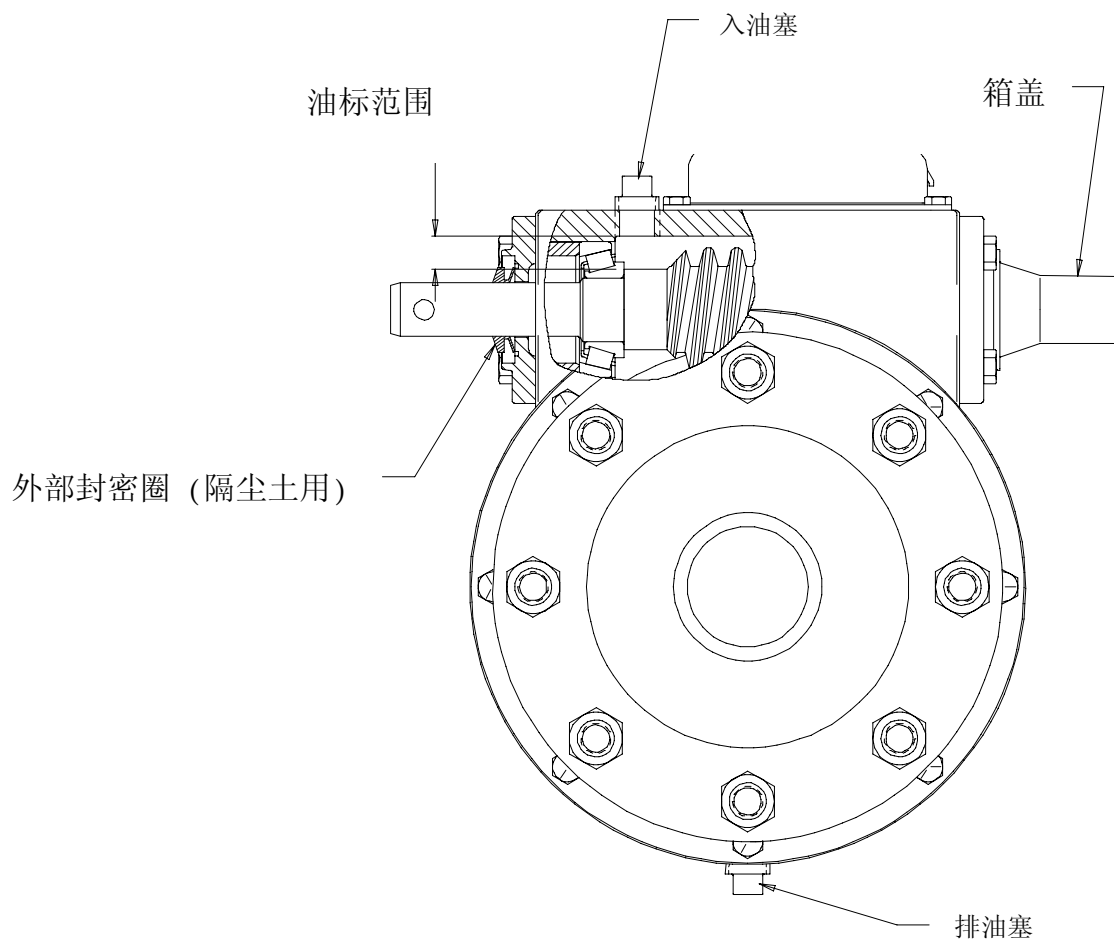

图: FD-2
10. 替换位于轮轴驱动箱底部的排出塞。由轮轴驱动箱顶部的入油塞注入适当的油达到操作油标准范围。如图 FD-2 所示，此油标准范围是从螺纹柄顶端(承轴锥旁)到底部入油塞(环境温度合适为 70° F/20° F)。参考油的规格。
1. 应该随时保持适当的油及油量于标准范围,见图FD-2。